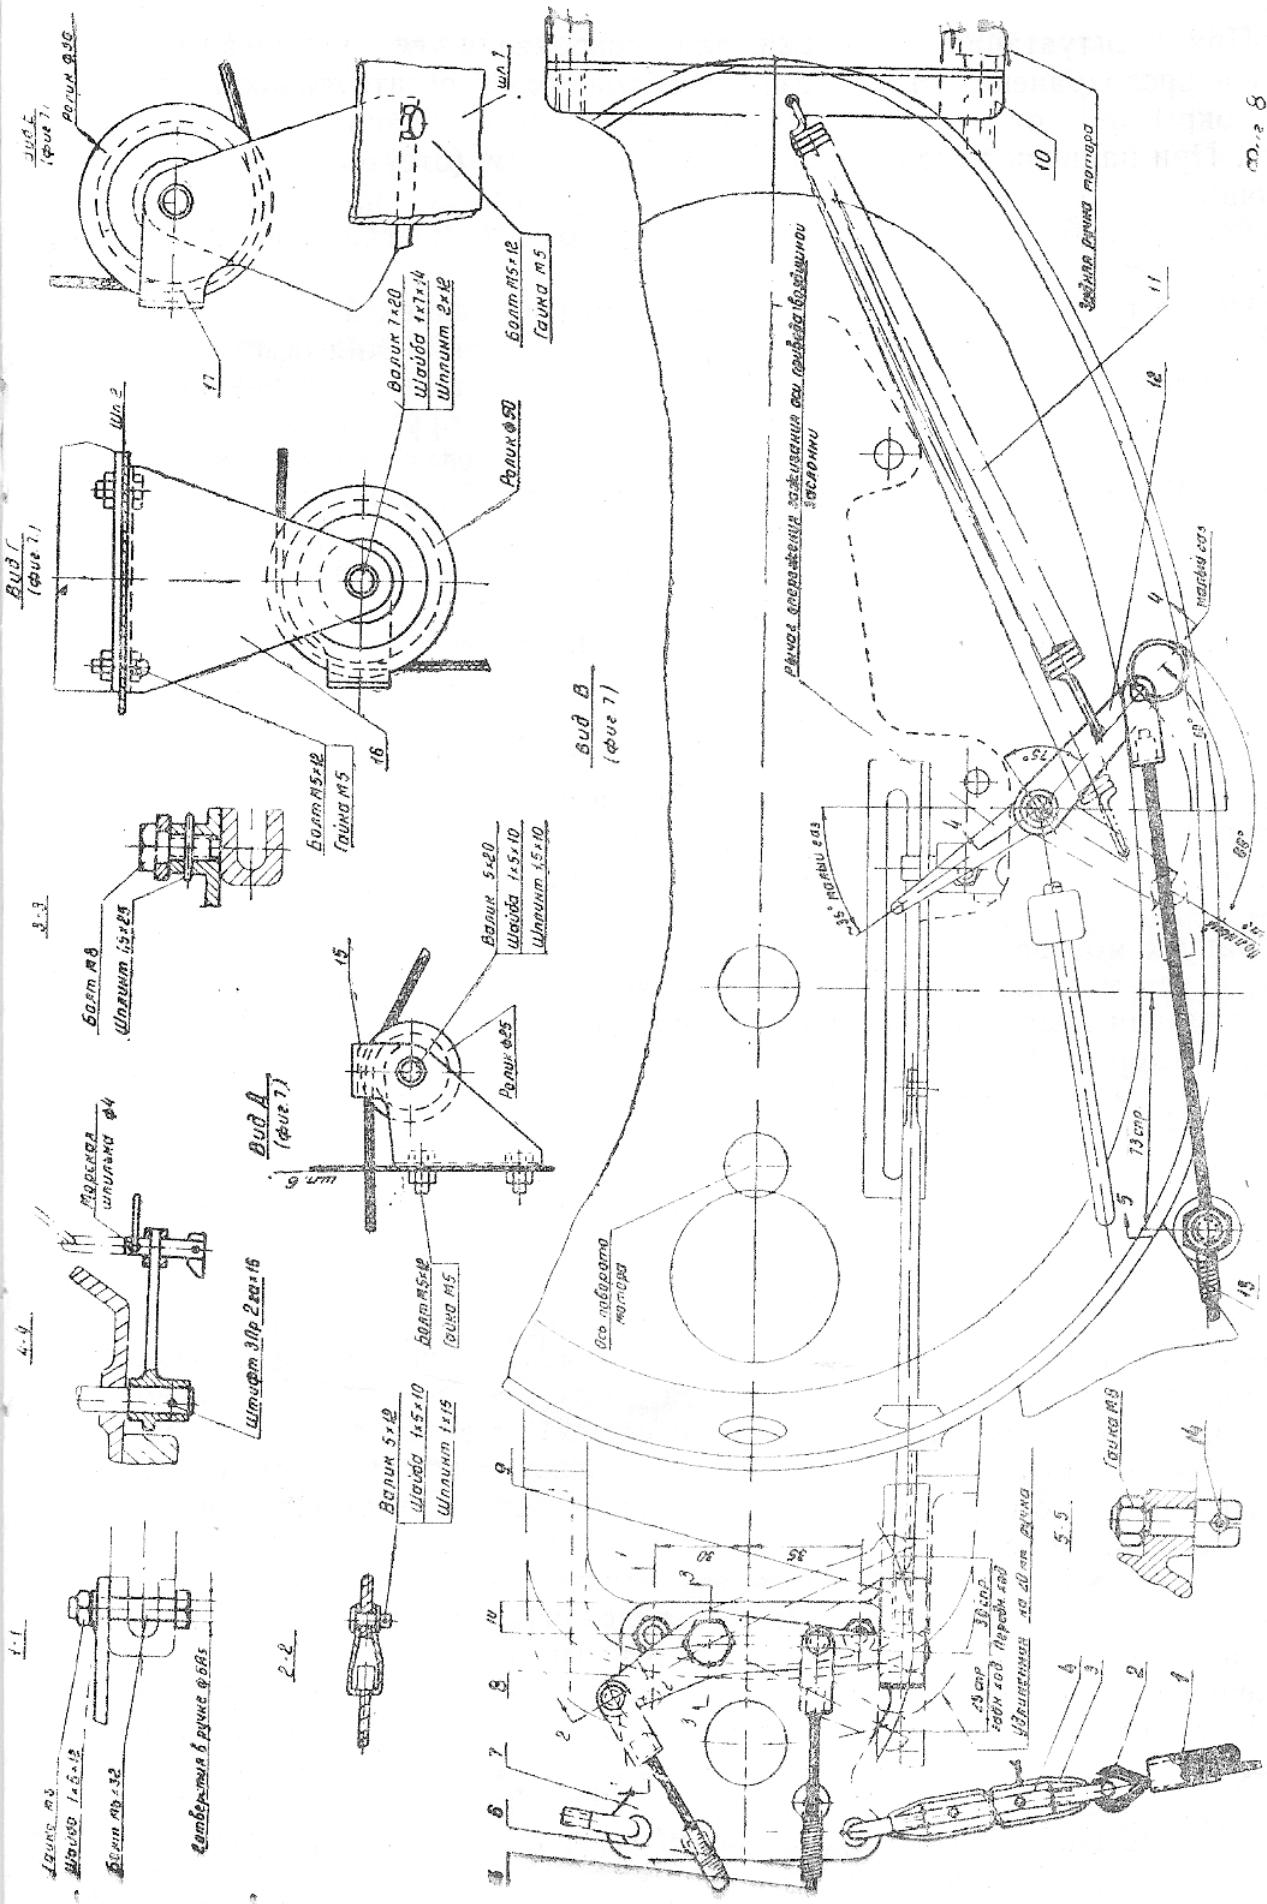

Рис. 8. Узлы дистанционного управления.
- а) установить на шпангоутах 2, 6 и 7 кронштейны под тросы, скрепив их болтами (рис. 8);
- ж) установить мотор «Вихрь» на транец и закрепить мотор и руль в нейтральном положении. Закрепить тросы на тандерах с помощью коушей и дюралевых трубок, обжав их плоскогубцами (рис. 8). Лишний трос обрубить острым зубилом. Трос специальной навивки на концах не распускается и поэтому предварительной припайки в месте обрубки не требуется;
- ж) снять качалку реверса, расконтрив и отвернув винт крепления (рис. 8);
- к) отрегулировать натяжку и ход тросов управления реверсом путем ввертывания боуденодержателей, а также ввертывания или вывертывания наконечника (поз. 9 рис. 8) на моторе;